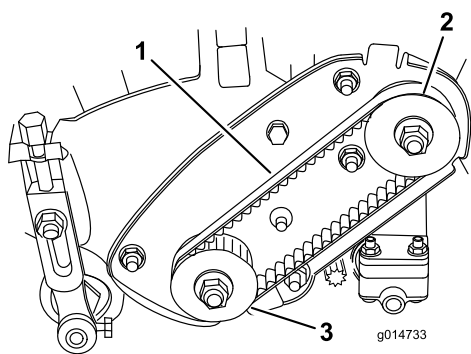

图37
- 2. 使用  $1.80 \pm 0.45\text{kg}$  的力按压滑轮之间皮带轮（图37）中间的位置，检查皮带的张紧力。皮带应下压 4.8~7.9mm。如果下压不正确，请转至下一步。